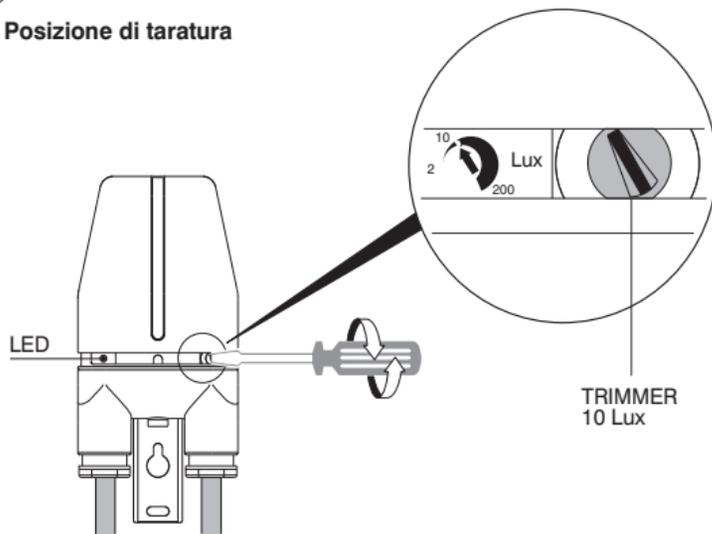

fig.6
soglia risultano visibili (fig. 6), i faston della parte circuitale ed i morsetti
effettuare la regolazione (da 2 a 200 LUX) agendo sul trimmer (fig.6)
- Possibilità di effettuare la regolazione del grado di sensibilità alla luce con apparecchio sotto carico ed in massima sicurezza, portando l'interruttore crepuscolare in posizione di taratura (fig. 6).